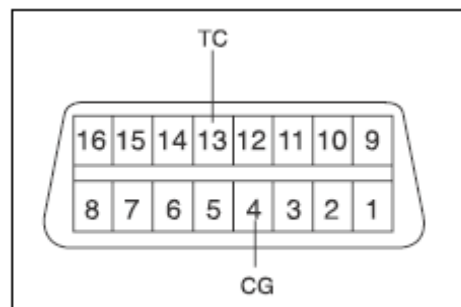

Рис. 20
Соедините накоротко контакты 13(ТC) и 4(CG) разъема диагностики неисправностей (DLC3) с помощью специального инструмента (SST). (См. Рисунок 20)